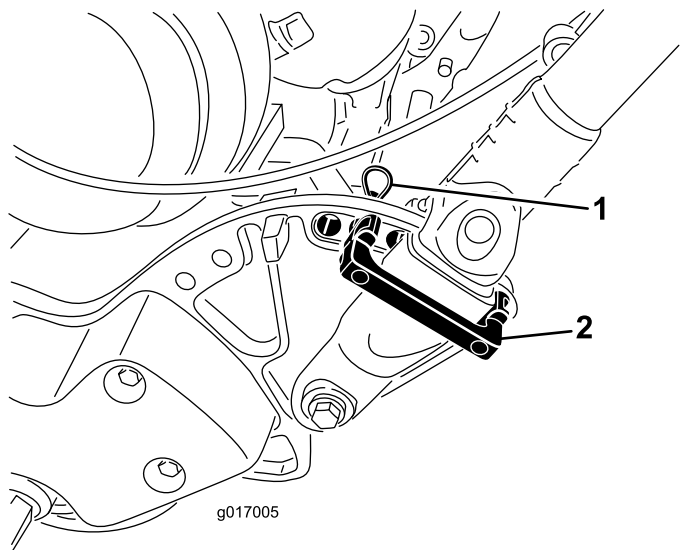

Figura 27
1. Togliete la coppiglia a forcina dai fermi della stegola (Figura 27) da ciascun lato della macchina.
2. Sostenete la stegola, togliete la coppiglia a forcina da ciascun lato, quindi ruotate la stegola nella posizione operativa desiderata (Figura 27).